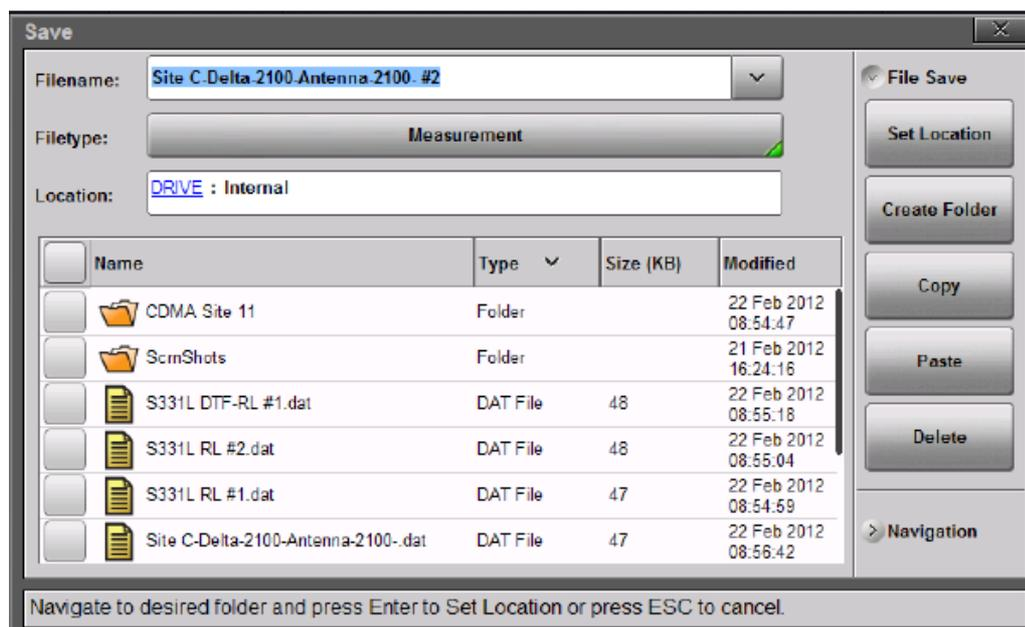
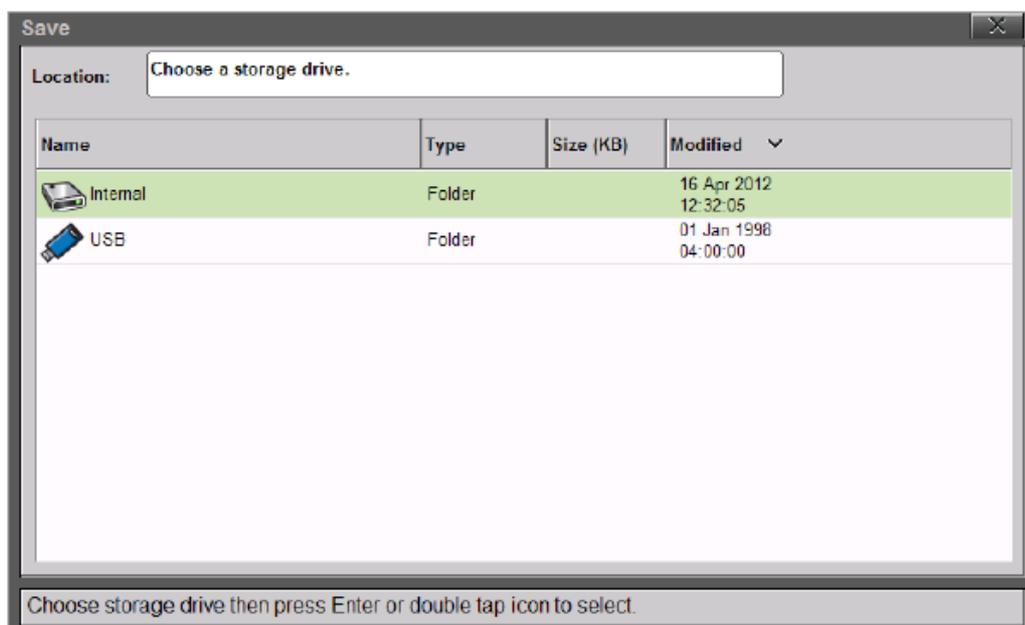

Рисунок 7-2. Место сохранения по умолчанию (Internal)
Рисунок 7-3. Выбор устройства для сохранения файла
1. Нажмите клавишу **Location** (см. рис. 7-1) и выберите место для сохранения файла. По умолчанию анализатор Site Master сохраняет файлы во внутреннюю память (рис. 7-2).
2. Файлы также могут сохраняться на внешний USB флеш-накопитель. Подключите USB флеш-накопитель к разъему USB типа A на анализаторе Site Master (рис. 2-11) и дважды щелкните по **DRIVE:** (рис. 7-2). На экране отобразится верхний уровень навигации, показывающий как внутреннюю память (Internal), так и внешний USB флеш-накопитель (USB) (рис. 7-3).
1. Находясь в главном меню **File**, нажмите клавишу подменю **File Mgmt**. Выполните двойное касание по иконке внутренней памяти (рис. 7-3 на стр. 7-3).